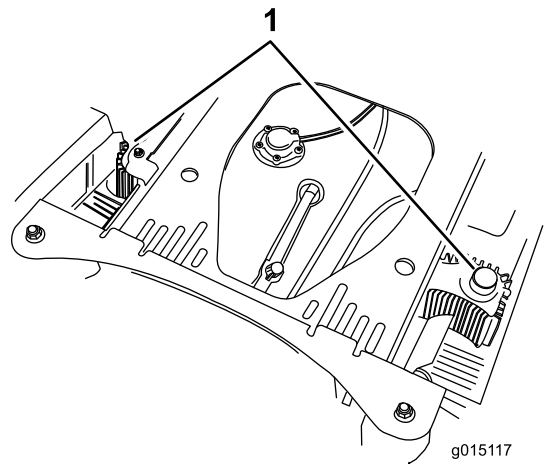

Figura 78
4. Limpie cualquier residuo o hierba de las cubiertas de las unidades hidráulicas (Figura 78).